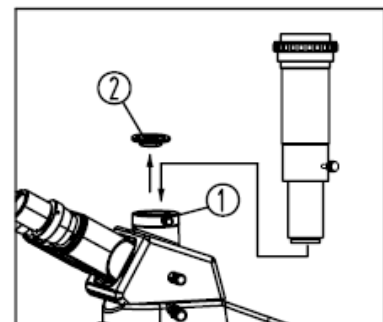

Figura 23
1. Afloje el tornillo de sujeción (1) del cabezal triocular y quite la tapa de protección (2) (Figura 23).
2. Coloque el adaptador de microfotografía en el tubo recto vertical del cabezal triocular y sujételo con el tornillo (1) (Figura 23).